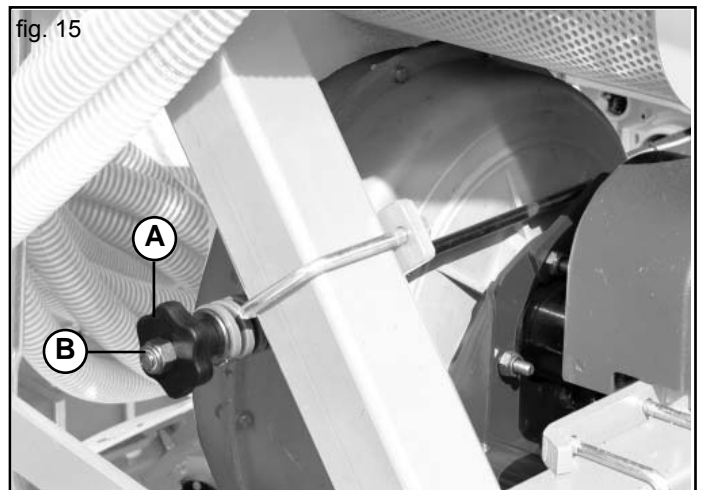
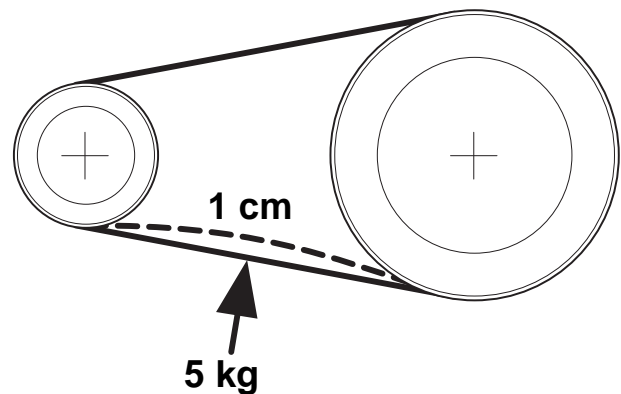

fig. 15
fig. 16
- 2) Riemenspannung mit dem Handrad "A" (Fig. 15) einstellen. Im mittleren Abschnitt zwischen den beiden Riemenscheiben mit einer Kraft von 5 kg auf den Riemen drücken. Der einzelnen Riemen muß sich um 1 cm (max.) eindrücken lassen (Abb. 16).
Zum Riemenwechsel Riemen komplett durch Loosen von Handrad A (Fig. 15) entspannen.
Achtung: Nie die Stopmutter "B" (Fig. 15) entfernen!